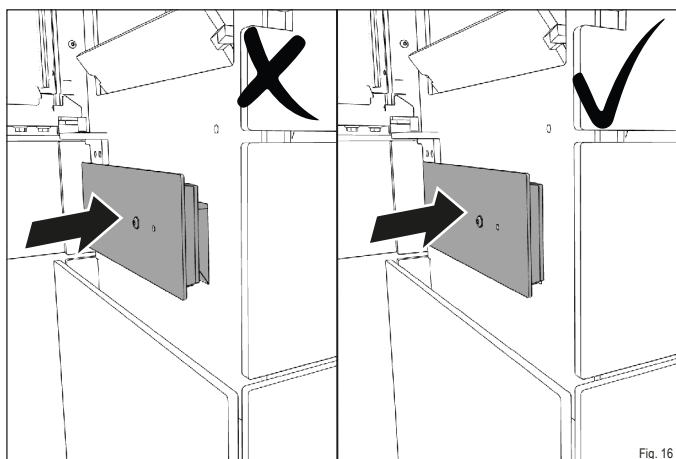

Fig. 16
- ✓ Faites glisser le bac à cendres dans l'ouverture de manière à ce qu'il soit hermétiquement fermé (Fig. 16).
- ▶ Faites glisser le bac à cendres dans l'ouverture de manière à ce qu'il soit hermétiquement fermé (Fig. 16).